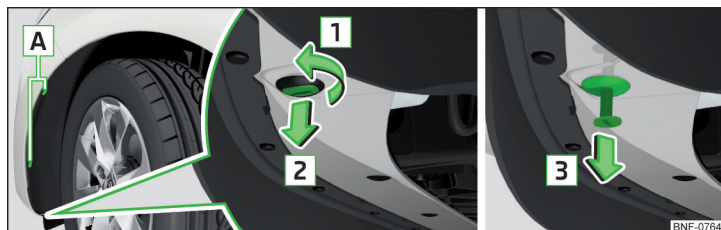

Fig. 145 Aftagning af hjulkassebeklædning
- Skru skruerne **[A]** » Fig. 145 ud af hjulkassebeklædningen med skruetrækkeren fra bilens værktøj.
- Sæt den del af låseclipsen, der har en slids, i modsat pilens retning **[2]**, og drej den en kvart omdrejning modsat pilens retning **[1]** » Fig. 145.